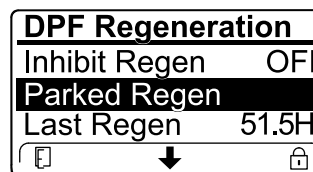

Рисунок 58
- Если компьютер двигателя запрашивает или выполняет восстановительную регенерацию, а вы перейдете вниз к опции PARKED REGEN (СТАЦИОНАРНАЯ РЕГЕНЕРАЦИЯ), стационарная регенерация будет заблокирована и в нижнем правом углу дисплея инфо-центра появится значок «Замок» (Рисунок 58).